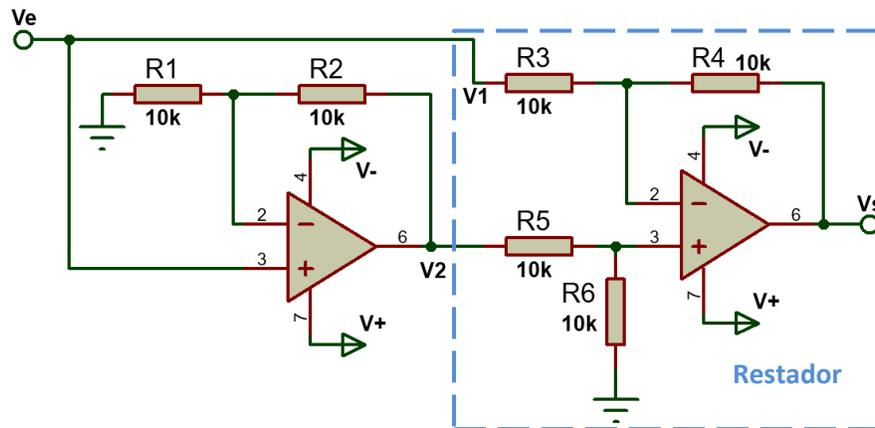

Figura 3.16. Circuito amplificador restador.
19. Finalmente, arme el circuito amplificador restador mostrado en la figura 3.16 teniendo cuidado de conectar los voltajes de polarización en las terminales indicadas y usando una señal de entrada  $V_e = 2 \sin 6283.18 t$